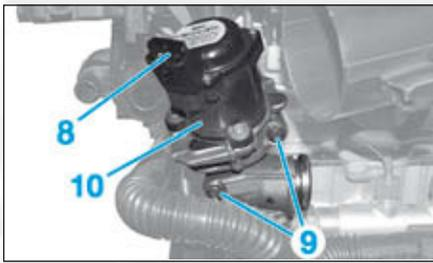

FIG.49
- Débrancher le connecteur en (8) (Fig.49).
- les vis (9),
- l'électrovanne (10) de recyclage des gaz d'échappement.